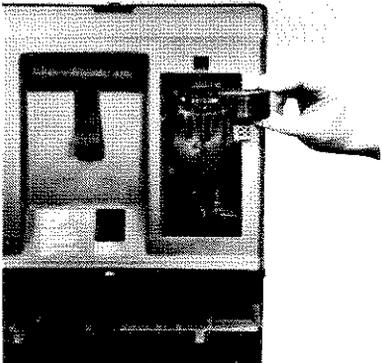

Abb. 12: Entfernen des Gehäuses für den Feinluftfilter.
12. Nach Abschrauben des Rahmens für den Grobluftfilter finden Sie in der Gehäuseöffnung den Bakterienfilter mit dem darüber befindlichen Gehäuse für den Feinluftfilter. Ziehen Sie das Gehäuse ab, entfernen den Deckel mit den 4 Löchern und tauschen Sie den Filter aus. Anschließend Deckel wieder aufdrücken und den Feinluftfilter auf den Bakterienfilter stecken. (Abb. 12). Wir empfehlen einen Filterwechsel in Abständen von 4 Wochen bzw. 1000 Betriebsstunden.